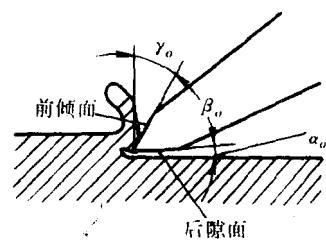

图 3-1 錾削示意图
1) 錾子切削部分几何角度对切削的影响，见图 3-1 錾削示意图。影响錾削质量和錾削效率的主要因素是錾子楔角 β_o 的大小和錾削时后角 α_o 的大小。
① 楔角 β_o ：楔角 β_o 愈小，錾子刃口愈锋利，但錾子强度较差，錾削时刃口容易崩裂。楔角 β_o 愈大，刀具强度虽好，但錾削阻力很大，錾削很困难，甚至不能进行。所以錾子的楔角应在其强度允许的情况下选择尽量小的数值。錾削软硬不同的材料，对錾子强度的要求不同。因此，錾子楔角主要应该根据工件材料软硬来选择。根据经验，在錾硬材料（如碳素工具钢、铸铁）时，錾子要承受较大的锤击力，楔角应大些，一般取 $60^\circ \sim 70^\circ$ 。錾削软材料（如铜、铝）时，錾子承受较小的锤击力，楔角取小些，可减少阻力，提高切削效率，一般取 $30^\circ \sim 50^\circ$ 。对錾削一般碳素钢和中等硬度的材料，楔角取 $50^\circ \sim 60^\circ$ 。